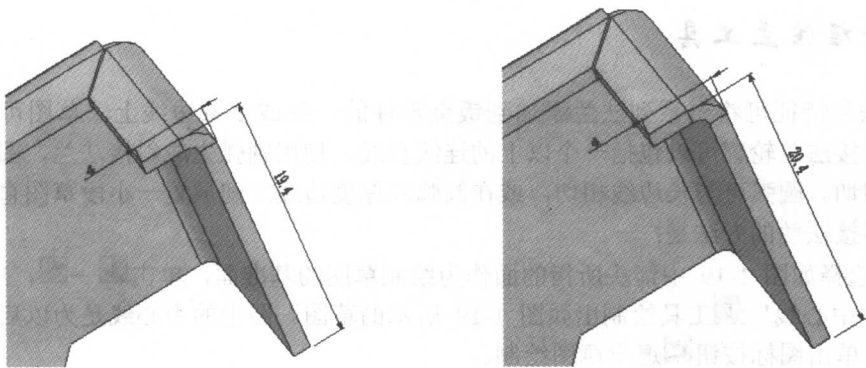

图 1-21 选择“材料在内”时产生的折弯效果 图 1-22 选择“材料在外”时产生的折弯效果
(3) 在“法兰位置”选项下可以选择“材料在内”，“材料在外”和“折弯在外”3 种选项，选择不同的法兰位置选项，生成的折弯效果是不一样的，图 1-21 是选择了“材料在内”时产生的折弯效果，图 1-22 是选择了“材料在外”时产生的折弯效果，图 1-23 是选择了“折弯在外”时产生的折弯效果。单击“确定”图标按钮 完成斜接法兰操作。